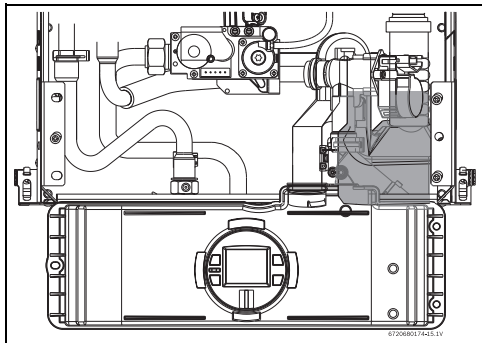

Fig. 64
- ▶ Colocar a caixa electrónica na posição de "Manutenção", encaixando as alhetas nos orifícios da chapa metálica inferior da caixa estanque (ver Fig. 64).
- ▶ Verificar o nível da água no reservatório de condensados (ver Fig. 64).